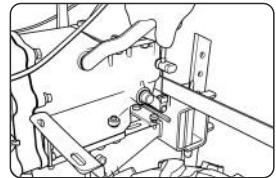

Рис. 10
- Установите трос сцепления (рис. 10).